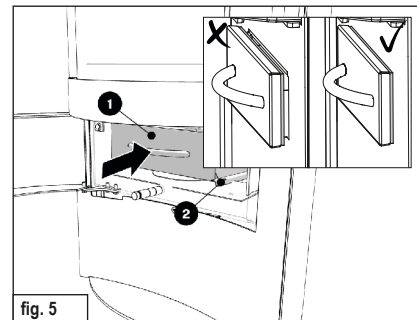

fig. 5
- ▶ Riposizionare il coperchio (2) (fig. 5).
- ✓ Spingere il cassetto di raccolta della cenere (1) di nuovo nell'apertura in modo tale che esso collida con la guarnizione (fig. 5).